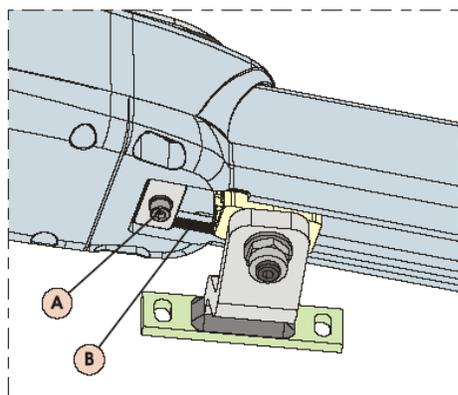

Рис. 17
- 3) Ослабить крепежный винт, рис. 17, поз. А. **Полностью винт не выкручивать!**
ВНИМАНИЕ: Пластина механического упора входит в зацепление с корпусом привода с помощью зубцов, рис. 17, поз. В. Если при регулировке возникает трудность в перемещении пластины, то необходимо ослабить крепежный винт, обеспечивая этим легкость перемещения. **ЗАПРЕЩАЕТСЯ ПРИКЛАДЫВАТЬ УСИЛИЕ!**